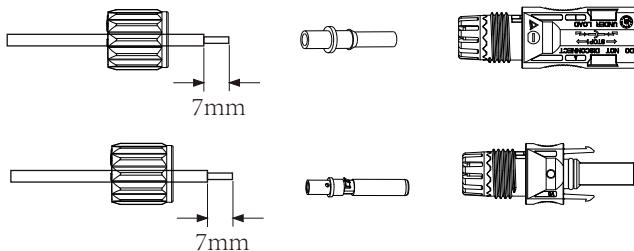

图5.3拆卸接头帽螺母
- 将光伏导线的绝缘层剥去7mm, 拆下接头的帽螺母, 将光伏导线穿过接头的帽螺母 (见图5.3)。对所有光伏导线重复此操作, 应特别注意接头的极性。